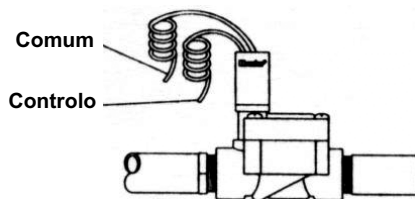

Fig. 1
1. Ligue um fio condutor **comum** a cada um dos solenóides das electroválvulas (Fig. 1). De seguida ligue um fio condutor (**controlo**) ao fio que sobra em cada solenóide de cada uma das electroválvulas. Terá assim um fio condutor comum que percorre todas as electroválvulas e tantos fios condutores (**controlo**) quantas as electroválvulas existentes no sistema de rega. Recomenda-se o uso de **conectores à prova de água**.